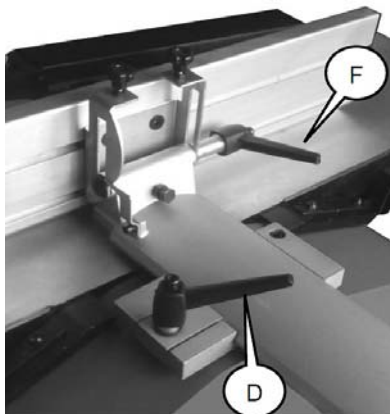

Fig.21: Ajuste del tope de la pieza de trabajo
Paso 7: suelte la palanca de sujeción (D, Fig.21) para mover la parada a la posición deseada.
Paso 8: Suelte la palanca de sujeción (F, Fig.21) para ajustar la ángulo deseado del tope.
Paso 2: Retire el tope de la pieza de trabajo soltando el palanca de sujeción (D, Fig.21).